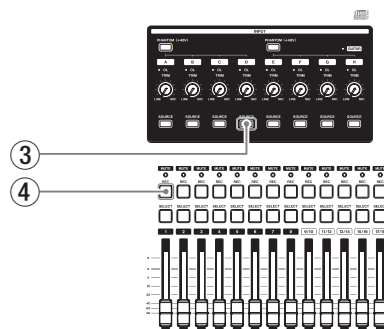

Fig 1
- Connect the included AC adapter to the **DC IN 12V** jack on the back of the unit (Fig. 1-②).
- While pressing the **INPUT SOURCE-D-SOURCE** button (Fig. 1-③) and **TRACK 1-REC** button (Fig. 1-④) on the top of the unit, press and hold the **STANDBY/ON** button on the back of the unit (Fig. 1-①).
- 背面の **DC IN 12V** 端子 (Fig1-②) に、付属の AC アダプターを接続する。
- TOP パネルの **[INPUT SOURCE]-[D-SOURCE]** ボタン (Fig1-③) と **[TRACK 1]-REC** ボタン (Fig1-④) を押しながら、背面の **STANDBY/ON** ボタン (Fig1-①) を長押しする。